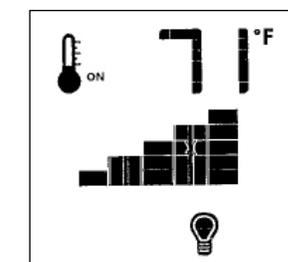

Figure 15.16. Lampe allumée.
- En appuyant sur la touche fléchée vers le haut, la lampe s'allume. Appuyez sur les touches flèches pour régler la luminosité. Figure 15.16.